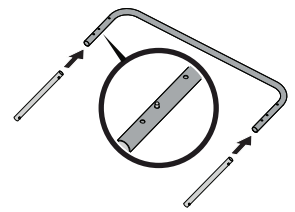

Figura 9
13. Instale cuatro tubos de ajuste dentro de dos tubos con forma de u, deslizando hasta que los botones de resorte traben en los orificios del medio, como se ilustra en la Figura 9.